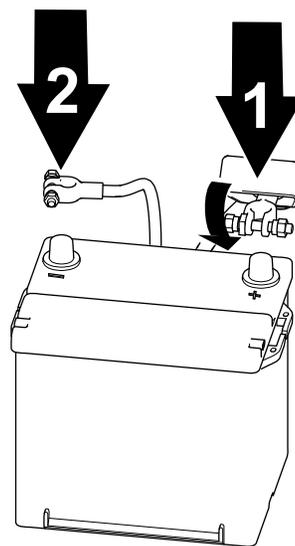

Рисунок 59
2. Снимите изолирующий колпачок и отсоедините положительный кабель аккумулятора от штыря аккумулятора (Рисунок 59).
1. Подсоедините положительный кабель к аккумулятору и затяните зажимную гайку аккумулятора (Рисунок 59).
2. Подсоедините отрицательный кабель к аккумулятору и затяните зажимную гайку аккумулятора (Рисунок 59).